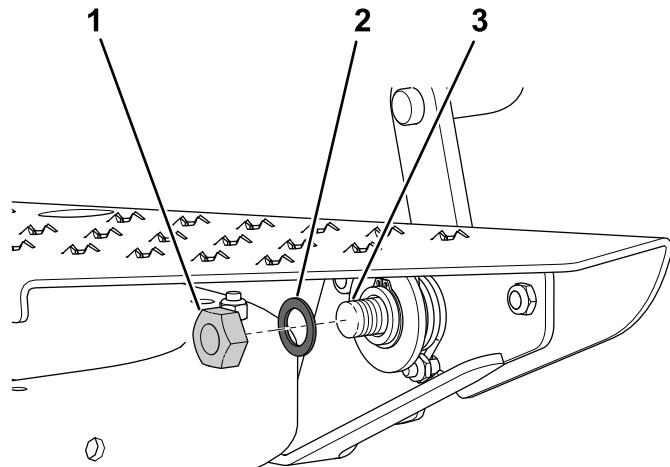

Figura 21
9. Sujete el pedal de bloqueo al reposapiés y al conjunto del cubo con una arandela plana (5/8" x 1") y una contratuerca (5/8"); consulte la Figura 21.